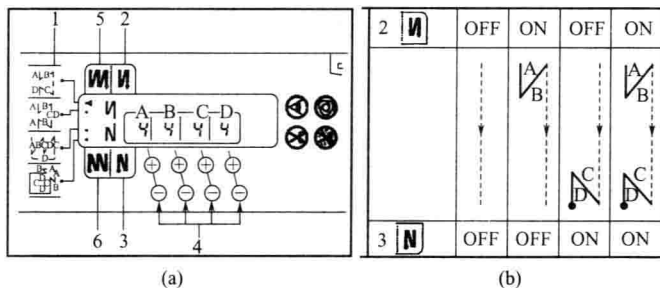

图 1-4 电脑控制板倒缝图案设置
(1) 显示针数和倒缝的状态 如图 1-4 所示, 按下倒缝图案按钮 1, 选择倒缝图案之后, 设定的针数和倒缝的状态便被显示出来。但是显示出来的并不一定是实际缝纫时需要的针数。
(2) 选择实际缝纫时需要的针数 可通过标号 4 的 A~D 的各段针数设定开关的“+”或“-”进行变更, 各段针数的变更范围为 1~19 针。
(3) 缝制设定的缝制图案 使用开始自动倒缝和结束自动倒缝的“ON/OFF”组合, 便可以进行设定缝制图案的缝制。图 1-4(b) 为开始、结束自动倒缝“ON/OFF”4 种不同组合形成的不同缝制图案。这 4 种组合形式分别为: 开始与结束都不倒缝、开始倒缝/结束不倒缝、开始不倒缝/结束倒缝、开始与结束都倒缝。若使用开始和结束不同的倒缝形式组合, 还可以在上述 4 种基础上进行各种倒缝图案的设定。